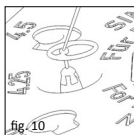

fig. 10
■ **fig. 10** Dacă conformațiile anatomice de pe scară cer aplicarea clopotului protezei parțiale, aceasta este posibilă în mod simplu prin intermediul conului. Pentru aceasta proteza Bell așezată va fi împinsă cu grijă cu un ac sau cu un alt instrument microchirurgical spre con. Sub observație microscopică clopotul poate fi prelungit în mod corespunzător.